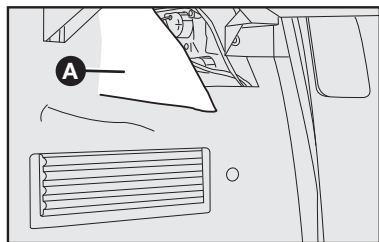

fig. 44
1) Por dentro do porta-malas, puxar a lingueta no carpete **A-fig. 44**.